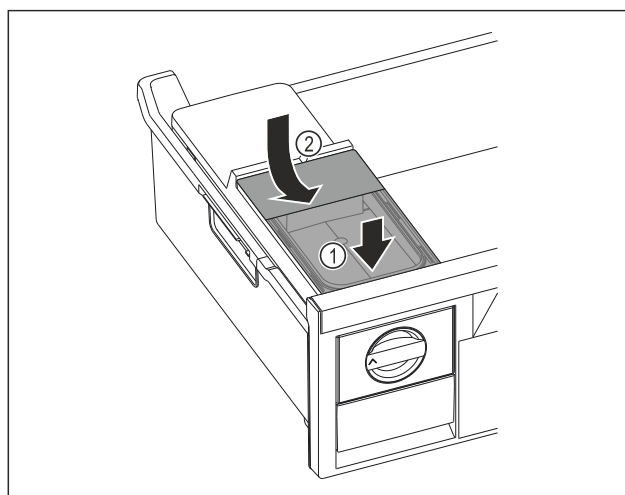

Fig. 104
- ▶ Nasadte vpředu nádržku na vodu. Fig. 104 (1)
- ▶ Spusťte nádržku na vodu vzadu dolů. Fig. 104 (2)